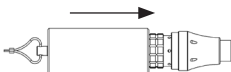

Figura 3
- Sistemare il manicotto per connettore sull'estremità del manipolo elettrico munita di connettore (Figura 3).
Attenzione – Questa estremità del manipolo deve essere sigillata con il manicotto per connettore fornito con il cesto (Figura 3).